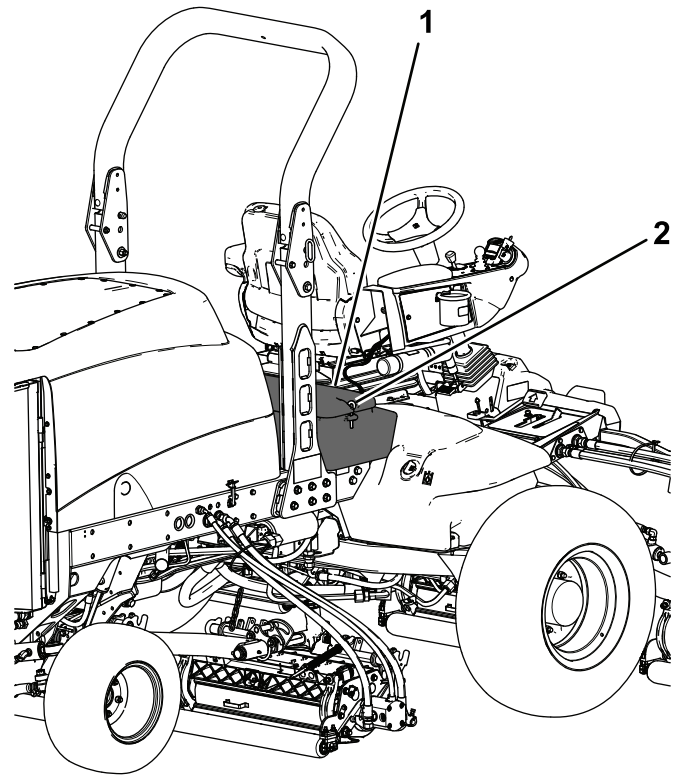

Figura 59
2. Sbloccate e sollevate il pannello comandi dell'operatore (Figura 59).